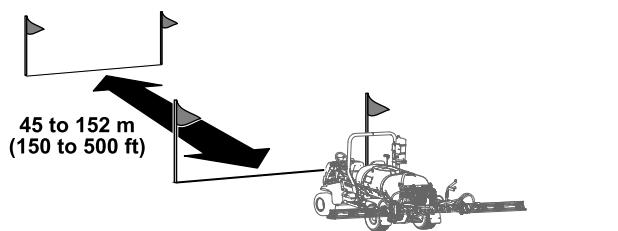
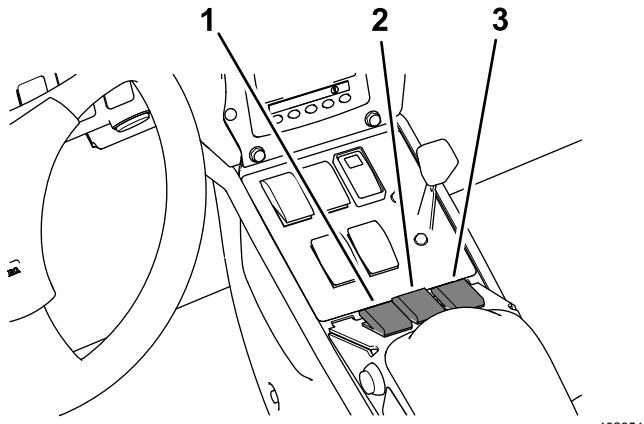

Figure 63
Figure 66
5. Tracez une ligne de départ sur une surface d'essai (Figure 63).
3. Appuyez sur le bouton 2 de l'InfoCenter et conduisez la machine jusqu'à la ligne d'arrivée (Figure 66 et Figure 63).